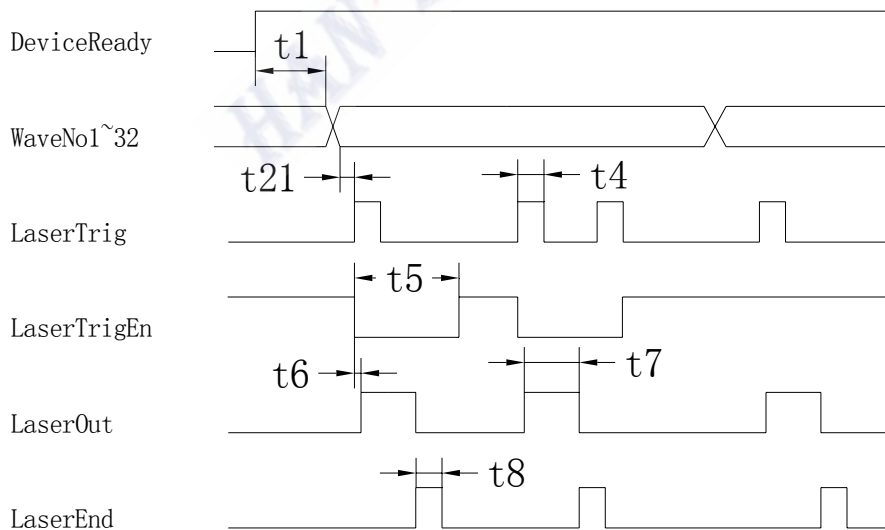

图 5-8 时序图 2
2) 下图描述了波形切换和脉冲（即上升沿触发）方式激光触发的时序图（如图 5-8）